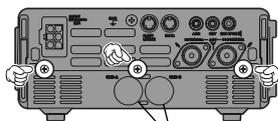

図2 充電端子カバー
3. 本体背面にある3本のビスを外し(図2参照)、FT-897D本体の底面ケースを外します。
7. 充電端子カバー(図2参照)を取り外します。